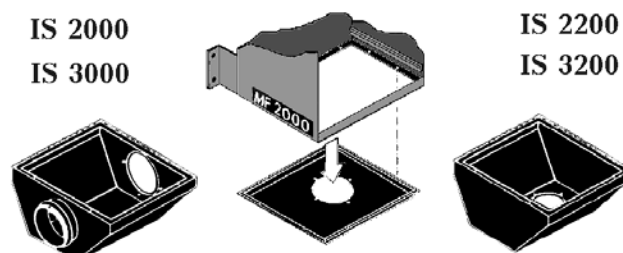

Рисунок 7.3
- 7.3.1. Установка другого типа приемных камер показана на рис. 7.3.